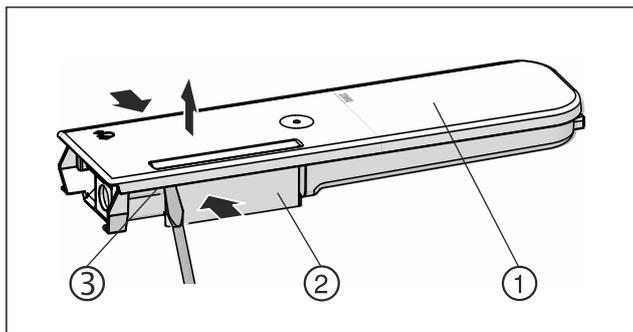

Fig. 146
- ▶ Stlačte nádržku na vodu Fig. 146 (2) k sobě a víko Fig. 146 (1) opatrně vypáče přes západku Fig. 146 (3) a vytáhněte nahoru.
- ▶ Víkem Fig. 146 (1) pohybuje lehce tam a zpět a sejměte jej nahoru.